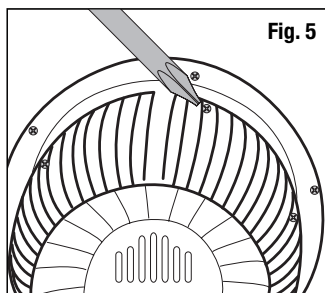

Fig. 5
- Retire la rejilla delantera aflojando los 3 tornillos detrás de la cabeza del ventilador (Fig. 5).